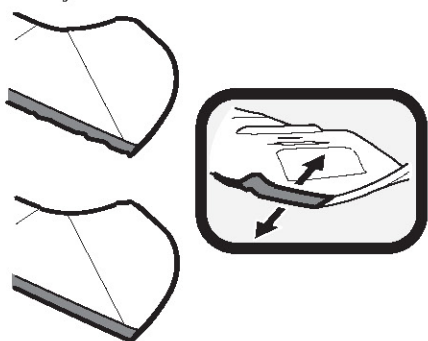

Figure 51
1. Pour aiguiser correctement les lames de coupe, aiguissez les deux tranchants des lames de façon égale, parallèlement à la voile, à un angle de 25° à 30°. Aiguissez toujours chaque lame de coupe de façon égale pour assurer l'équilibre des lames. Voir Figure 51.